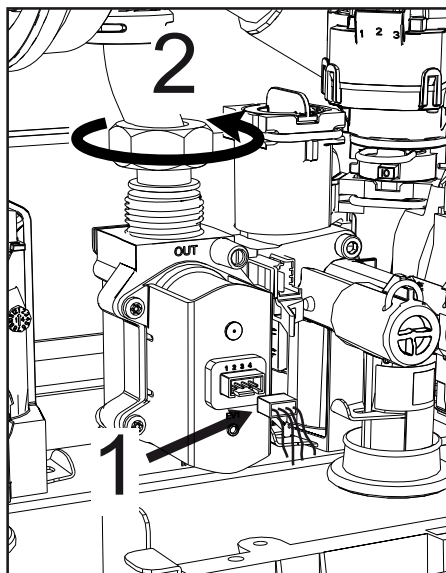

fig. 43
• Scollegare i connettori elettrici "1" (fig. 43).
• Scollegare il tubo di alimentazione gas "2" (fig. 43)